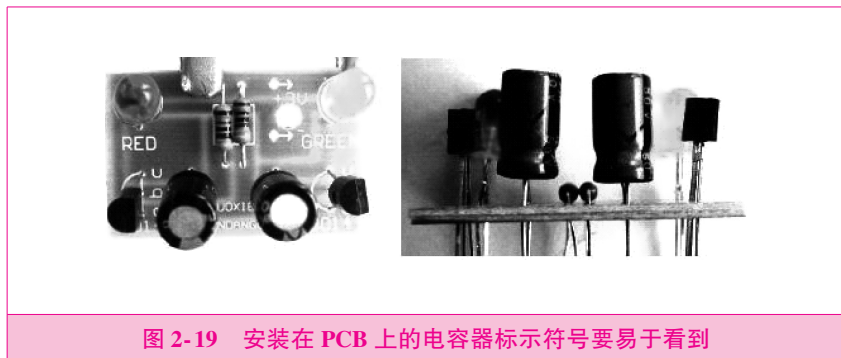

图 2-19 安装在 PCB 上的电容器标示符号要易于看到
6) 在电路中安装电容器时，应使电容器的标志安装在易于观察的位置，以便核对和维修，如图 2-19 所示。